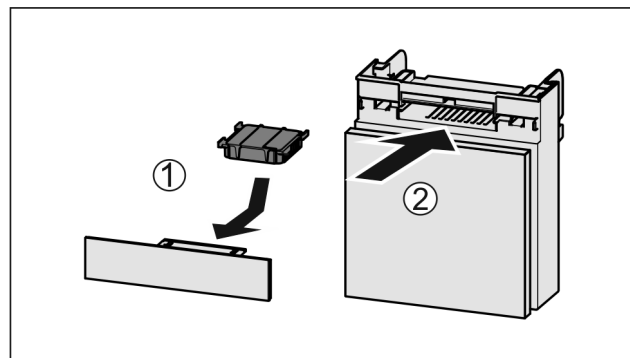

Fig. 137
- Inserire il vano Fig. 137 (2).